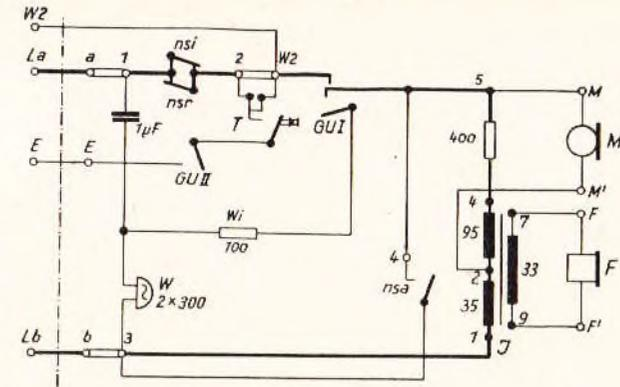

Bild 115. Tischapparat W 48 mit Erd- und Flackertaste.
II. Übersichtsschaltung: (siehe Bild 115)
Nach Bild 115, Schnurfarben: La (weiß), Lb (weiß-braun), W₂ (weiß-gelb), E (weiß-grün).
- GU-Kontakt (Bild 115) schließt nicht.
II. Schaltung wie Bild 115.